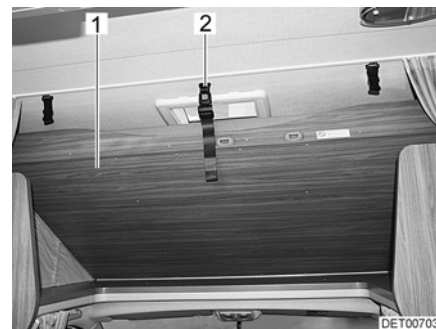

Fig. 51 Letto mansarda in posizione di marcia
- Orientare il letto mansarda (Fig. 51,1) verso l'alto e fare innestare il nastro di sostegno (Fig. 51,2) nel supporto sul soffitto.